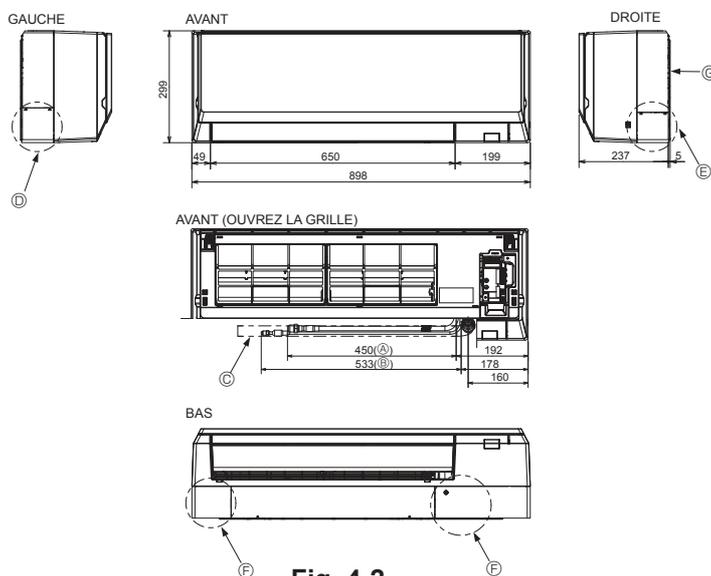

Fig. 4-2
4.2. Mise en place des tuyaux de réfrigérant et d'écoulement (Fig. 4-2)
- (A) Conduit de gaz * Indique la condition les accessoires montés.
- (B) Conduit de liquide
- (C) Tuyau d'écoulement (longueur utile : 500)
- (D) Orifice de la rondelle du tuyau gauche
- (E) Orifice de la rondelle du tuyau droit
- (F) Orifice de la rondelle du tuyau inférieur
- (G) Planche d'installation ①